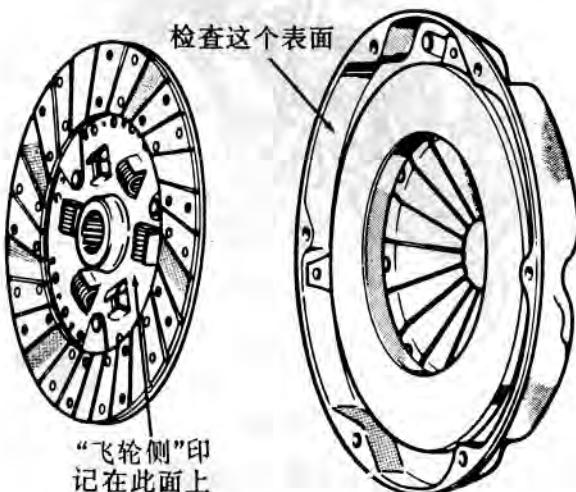

图1 固定从动盘
(1) 拆卸变速箱和分动箱, 步骤参考第 21 部分中的手动变速箱。
(2) 如果要继续使用原有的压盘总成，则通过涂漆和划线的方法，在飞轮上标注压盘的相对位置，做为重新安装的位置参考。
(3) 如更换原压盘，则可随意松开紧固螺栓。如原压盘仍要使用，则应按旋转的顺序松开螺栓，均匀减小弹簧的压力，并且一次只能松开几扣以防止离合器盖变形。
(4) 拆下离合器盖螺栓、拆下离合器盖和从动盘(图1)。
(5) 在导向轴承上插入偏差校正工具，靠近飞轮确定从动盘的位置。应使从动盘毂定位正确，标有“飞轮侧”的从动盘毂面应朝向飞轮方向(图1)。
(6) 挨着从动盘将压盘总成定位在飞轮上。
(7) 安装并紧固离合器压盘总成螺栓。